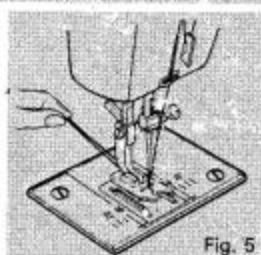

Fig. 5
3. Leg nu beide draden onder de persvoet naar achteren. (Fig. 5)